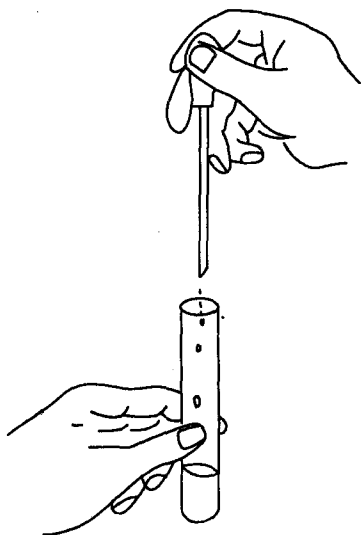

图 1-1 用滴管加少量液体的操作
(1) 从滴瓶中取用试剂时,先提起滴管至液面以上,再按捏胶头排去滴管内空气,然后伸入滴瓶液体中,放松胶头吸入试剂,再提起滴管,按握胶头将试剂滴入容器中。取用试剂时滴管必须保持垂直,不得倾斜或倒立。滴加试剂时滴管应在盛接容器的正上方,不得将滴管伸入容器中触及盛接容器器壁,以免污染(图 1-1)。滴管放回原滴瓶时不要放错。不允许用自己的滴管到滴瓶中取用试剂。